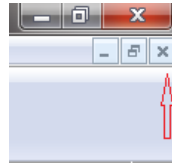

図1.1.02
- ファイルを閉じるには、図1.1.02のように右上のボタンをクリックしてください。